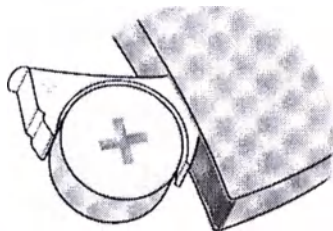

Рисунок 5 – Установка (замена) элемента питания
2.1.1.3 Вставьте новый элемент питания. Элемент питания вставляется знаком «+» вверх, рисунок 5, в соответствии с обозначением на батарейном отсеке. Убедитесь, что элемент питания вставлен правильно, соответствующей стороной. Если элемент питания вставлен неправильно, слуховой аппарат не будет работать, и батарейный отсек может быть поврежден.